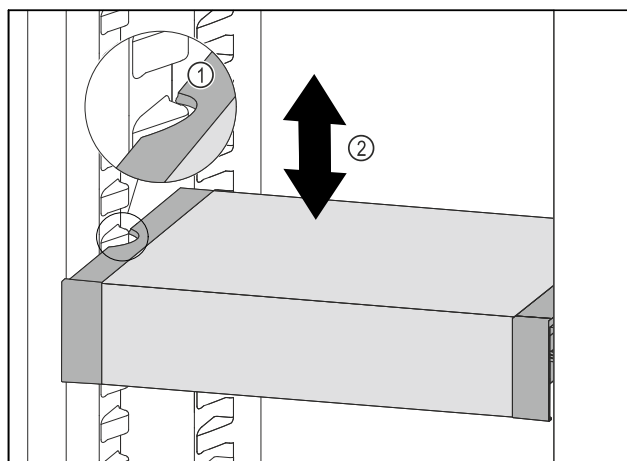

Fig. 179
- Tirare VarioSafe in avanti fino a quando le cavità laterali di VarioSafe non si trovano al livello della nervatura del contenitore nel vano frigorifero. Fig. 179 (1)
- Spostare VarioSafe verso l'alto o verso il basso nel vano frigorifero fino a raggiungere l'altezza desiderata. Fig. 179 (2)